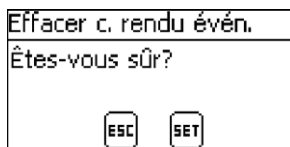

Fig. 16: La fenêtre de dialogue Supprimer journal d'év.
1. ➡ Appuyez sur la touche SET. Voir la fig. 16 apparaît à l'écran.